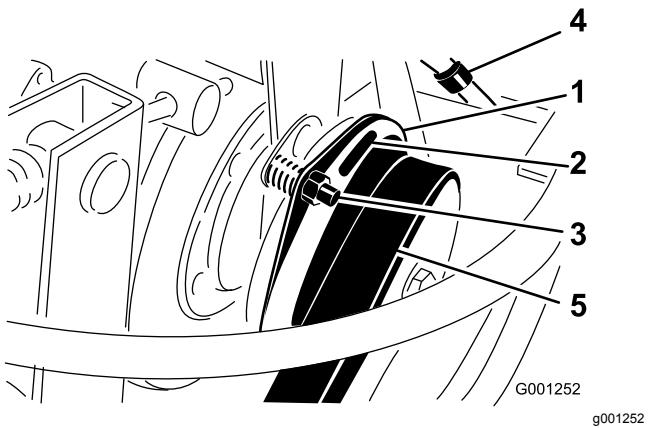

Figura 76
3. Ajuste a folga de modo a permitir a introdução de um calibrador de 0,38 mm entre a cobertura da embraiagem e a placa de fricção (Figura 76). A folga máxima é de 0,76 mm.
Nota: Pode reduzir esta folga se rodar a porca de ajuste no sentido dos ponteiros do relógio (Figura 76). A folga máxima é de 0,76 mm. Ajuste as 3 folgas.